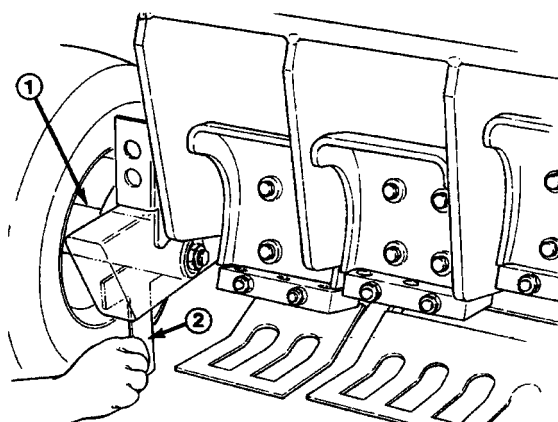

Figure 9
2. Glisser la branche courte du calibre de hauteur sous l'essieu avant pour contrôler la hauteur. Le calibre posé au sol doit toucher l'essieu. Effectuer le contrôle des deux côtés (Fig. 9).